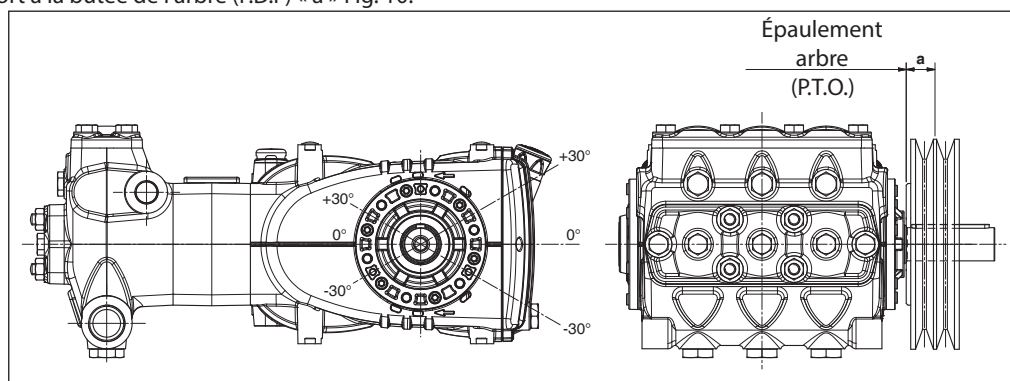

Fig. 10
La transmission est considérée appropriée si cette charge est appliquée à une distance maximum **a=30 mm** de l'épaule de l'arbre (P.D.F) comme indiqué Fig. 10.
- b) Utiliser des courroies à haut rendement - par exemple **XPB** au lieu de **SPB** - car il sera nécessaire d'avoir une quantité inférieure de courroies égales à la puissance transmise et par conséquent une distance inférieure de la résultante par rapport à la butée de l'arbre (P.D.F) « a » Fig. 10.